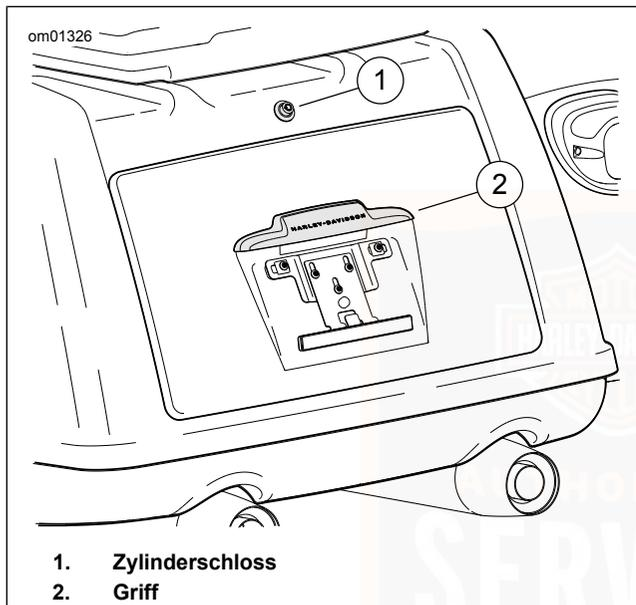

Abbildung 59. Aufbewahrungskoffer (typisch)
2. Siehe Abbildung 59. Zylinderschloss eindrücken, um Tür zu entriegeln. Am Griff ziehen, um die Tür des Kofferraum zu öffnen.